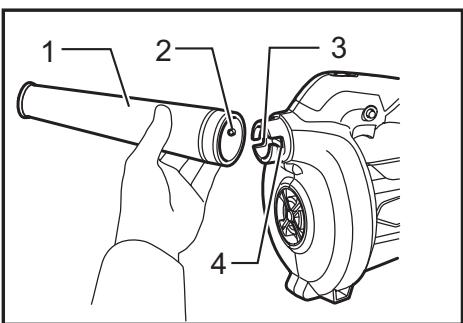

Fig.3
► Fig.3: 1. Nozzle 2. Pin 3. Blower outlet 4. Notch